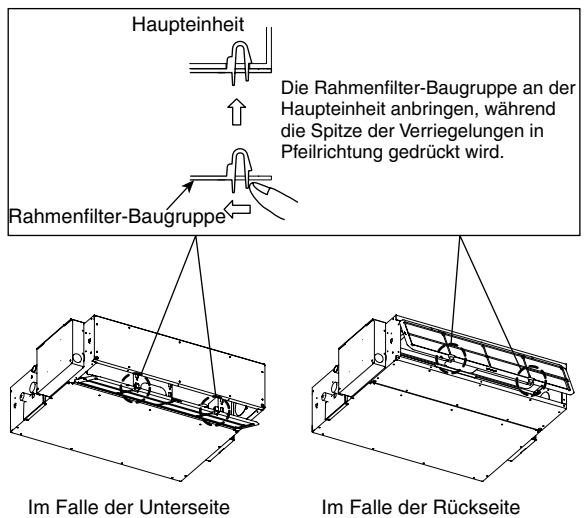

Abb. 3-75
- (3) Die Rahmenfilter-Baugruppe (mitgeliefert) wie in der Abbildung gezeigt anbringen. (Abb. 3-75)